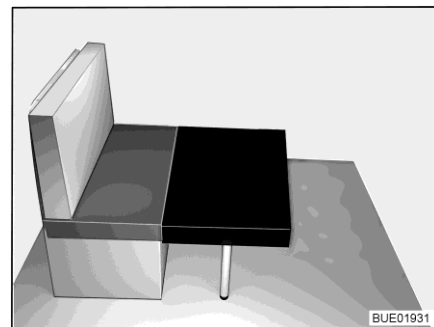

Fig. 75 Dopo la trasformazione
- Posizionare il cuscino aggiuntivo davanti al cuscino del divano dei sedili sul tavolo (vedere Fig. 75).